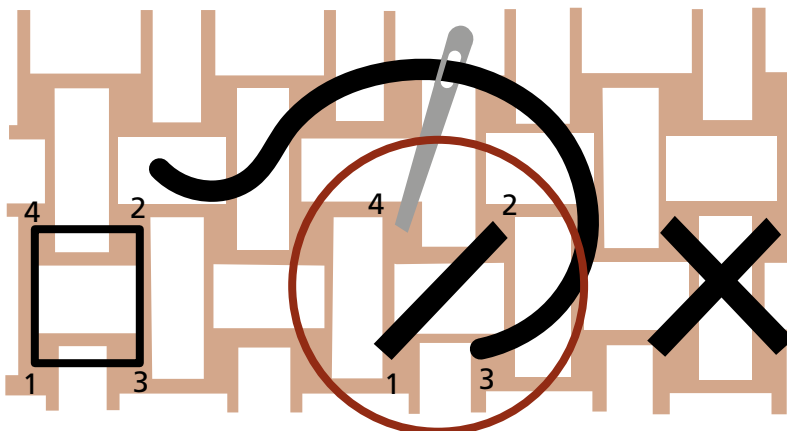

Fig. 3.35 Punto cruz
Es otra forma muy popular de bordado en la que se usan puntadas que quedan en formas de equis (X). Emplean también otras puntadas, entre ellas las de 1/4, 1/2, 3/4 y de punto atrás (fig. 3.35).